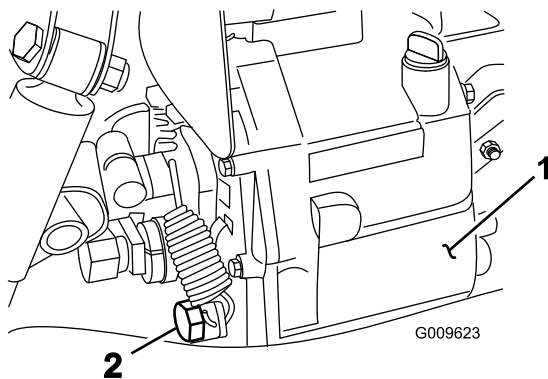

図 71
2. 油圧オイルタンクの側面にあるドレンバルブをゆるめ、流れ出すオイルを容器に受ける(図 71)。